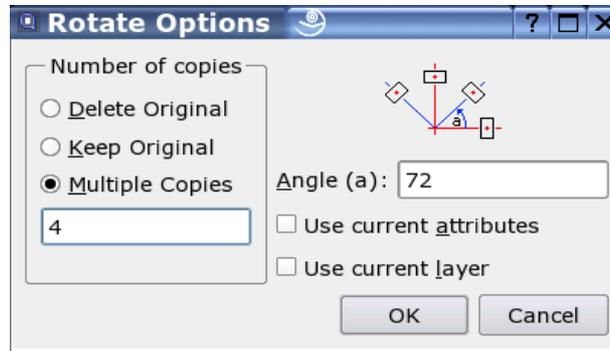

Abbildung 50: Dialog mit Optionen zum Rotieren von Objekten.
4. Der Dialog mit den Optionen zum Rotieren von Objekten wird angezeigt (Abbildung 50). Um die selektierten Objekte zu drehen ohne die Original Objekte beizubehalten, aktivieren Sie "Original löschen", um sie zu kopieren "Original beibehalten". Ausserdem können Sie mehrere rotierte Kopien auf einmal erstellen indem Sie "Mehrere Kopien" wählen und die Anzahl Kopien im Textfeld darunter eingeben. Bitte beachten Sie, dass '9' neun Kopien erstellt und das Original beibehält. Nach dem Kopiervorgang sind also insgesamt 10 Stück der Selektion vorhanden. Alle kopierten Objekte haben die gleichen Attribute und den gleichen Layer wie die Original Objekte.